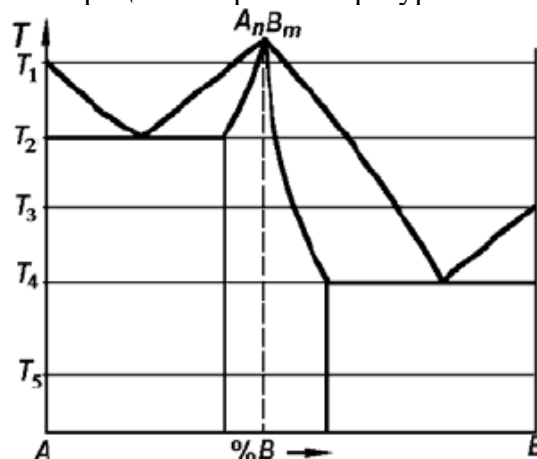

Рисунок 1.1.3 – Диаграмма состояния заданного сплава
1. Объясните сущность принятого метода обозначения кристаллографических плоскостей. Покажите для кубической решетки положение плоскостей (100) и (111) относительно координатных осей.
3. Вычертите в масштабе диаграмму состояния системы, изображенную в задании (рис. 1.1.3), заполните диаграмму состояниями фазами и структурными составляющими. Опишите фазовые превращения в сплаве состава 50%B–50%A при медленном охлаждении. Определите для заданного сплава:
3. Вычертите в масштабе диаграмму состояния системы, изображенную в задании (рис. 1.1.3), заполните диаграмму состояния фазами и структурными составляющими. Опишите фазовые превращения в сплаве состава 20%B–80%A при медленном охлаждении. Определите для заданного сплава:
1. Опишите сущность принятого метода обозначения кристаллографических плоскостей. Покажите для кубической решетки на схеме положение плоскостей (101) и (001) относительно координатных осей.
3. Вычертите в масштабе диаграмму состояния системы, изображенную в задании (рис. 1.1.3), заполните диаграмму состояниями фазами и структурными составляющими. Опишите фазовые превращения в сплаве состава 80%B–20%A при медленном охлаждении. Определите для заданного сплава: